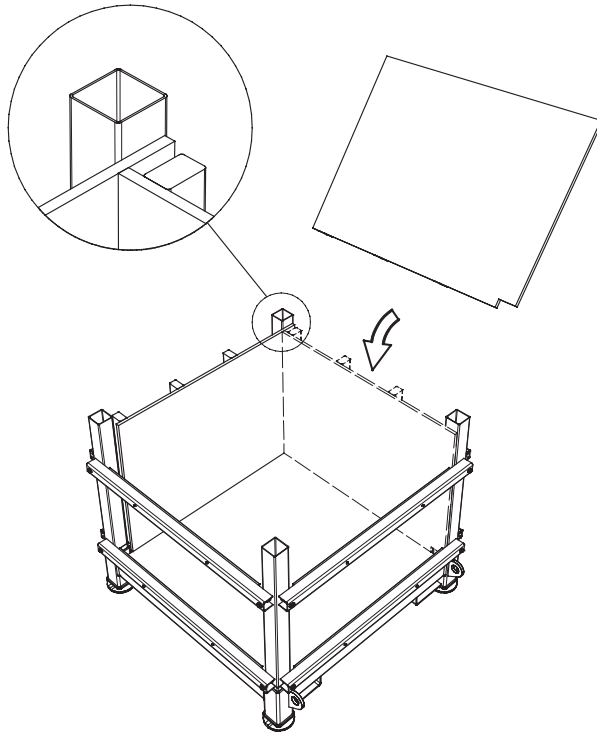

Abbildung 20. Platzieren der Seitenschalung.
- 4.3. Platzieren Sie die vier Seitenschalungen gleichmäßig nacheinander auf der unteren Schalplatte in der Basis. Die Kerbe zeigt dabei nach unten und die Kanthölzer legen sich gegen die Unterstützungsträger. Siehe Abbildung 20. Stellen Sie sicher, dass alle Einheiten überlappen, dass alle Seiteneinheiten gleichmäßig gestützt sind, während sie an den Unterstützungsträgern lehnen.